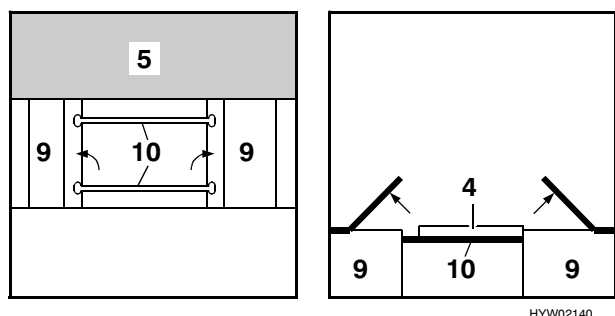

Fig. 96 Durante la trasformazione
- Sollevare le due parti ribaltabili dei cassoni del letto e collocare le due stange (Fig. 96,10) trasversalmente tra i due cassoni del letto nelle rispettive scanalature. Chiudere le parti ribaltabili dei cassoni.
- Collocare il piano del tavolo (Fig. 96,4) sulle due stange del letto.